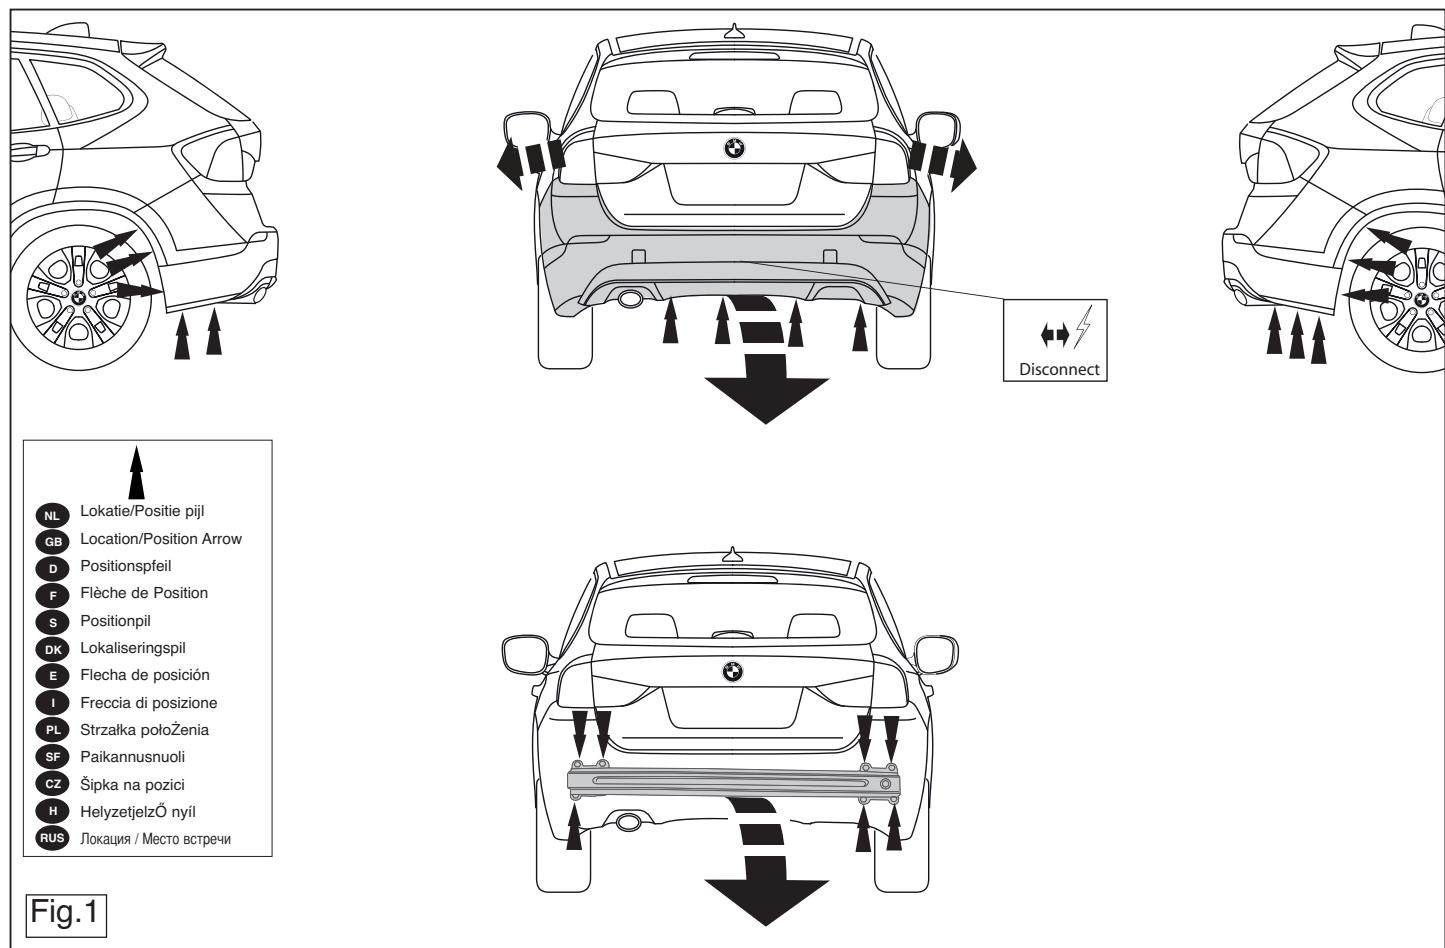

Fig.1
Montera sötsträngaren. (Se fig. 1+1a).
2. Déposer le pare-chocks du véhicule y compris la traverse en acier la traverse ne sera plus utilisée. Voir la figure 1
10. Mettre en place le pare-chocks. (voir la fig. 1+la 1).
2. Demonter kofangeren, inklusive køretøjets stålstødbjælke. Denne bliver overflødig. Se fig. 1
10. Monter kofangeren. (Jævnfør fig. 1+1a).
10. Montar el parachoques. (Vea la fig. 1+1a).
Per eventuali problemi paraurti. (fig. 1+1a).